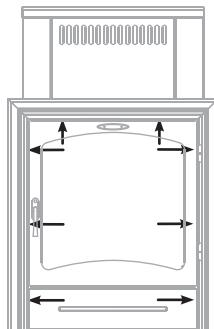

Рисунок 4. Винты для демонтажа дверки при монтаже печи «Калина»
- 1) открутить саморезы 8 шт., которыми прикрепляется дверка с рамкой к топливному каналу и снять ее; (см. рисунок 4)